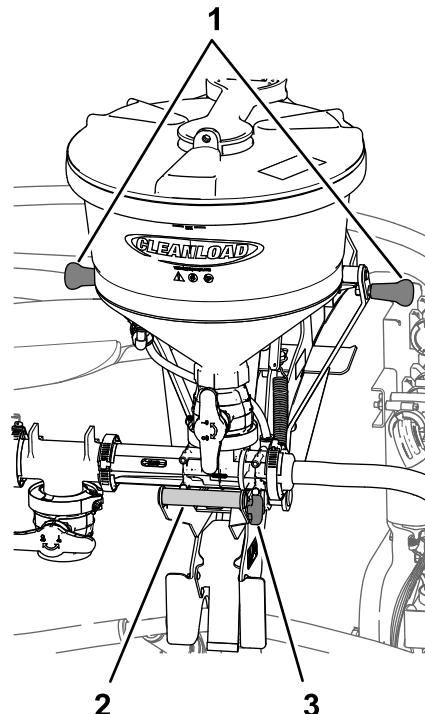

图 35
1. 抓住清洁加药器手柄然后将闩锁手柄从闩锁杆上拉出图35和图36。
2. 除了清洁加药器手柄外还要握住托架顶部的清洁加药器手柄然后将清洁加药器手柄拉出直到弹簧夹从枢轴管上松开为止图35和图37。